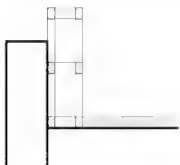

图 5.95 绘制墙体轮廓线 2
(5) 在指定下一个点或 [圆弧(A)/半宽(H)/长度(L)/放弃(U)/宽度(W)]: 提示下, 关闭【对象捕捉】功能, 将光标水平向左拖动, 输入“220”后按 Enter 键。
(6) 在指定下一个点或 [圆弧(A)/半宽(H)/长度(L)/放弃(U)/宽度(W)]: 提示下, 关闭【对象捕捉】功能, 将光标垂直向下拖动, 输入“660”后按 Enter 键, 结果如图 5.95 所示。